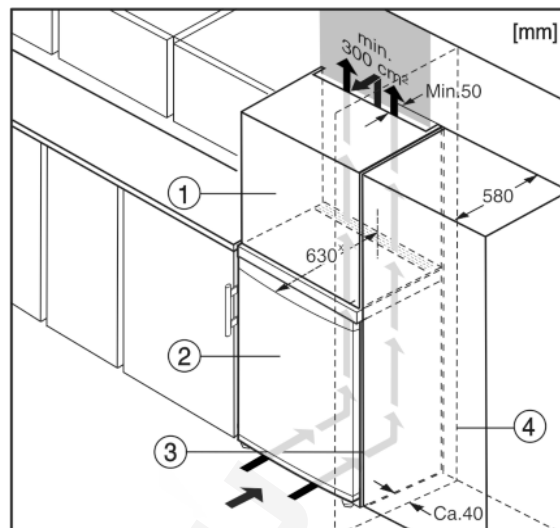

Fig. 6
- (1) Rátétsekrény (2) Berendezés (3) Konyhaszekrény (4) Fal
A készüléket körbe lehet építeni konyhaszekrényekkel. Rá lehet szerelni egy rátétsekrényt Fig. 6 (1), hogy a készüléket Fig. 6 (2) a konyhabútorok magasságához igazítsa.*
Ha a berendezést (max. 580 mm mélységű) konyhaszekrényekkel építi körül, akkor közvetlenül a konyhaszekrény Fig. 6 (3) mellett is felállíthatja. A készülék oldalirányban 34 mm*, a közepétől pedig 50 mm* távolságban nyúlik túl a konyhaszekrény előlapjához képest.*
Mikor a berendezést a csuklópántokkal egy fal Fig. 6 (4) mellett állítja fel, akkor a berendezés és a fal közti távolság legalább 40 mm legyen. Ez nyitott ajtó esetén megfelel a fogantyú túlnyúlásának.